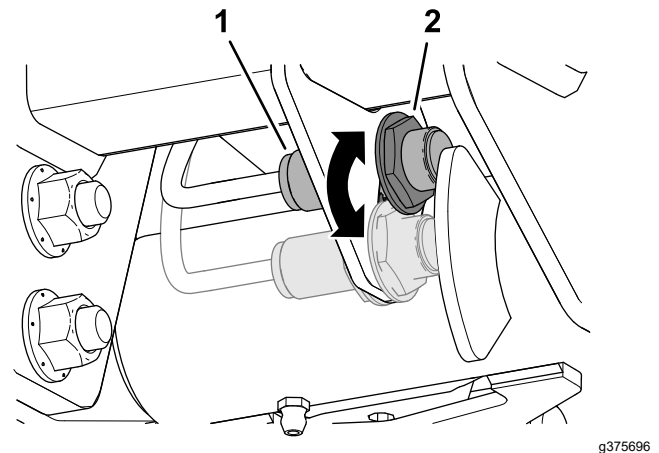

Figura 53
3. Afloje la contratuerca que sujeta el interruptor del brazo de elevación a la placa de los interruptores (**Figura 53**).